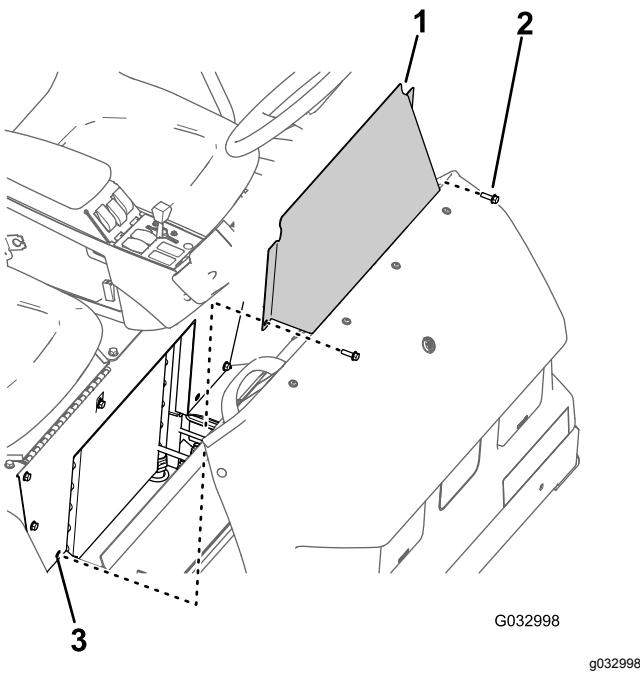

图 60
1. 拆下将座椅底座检修门固定至座椅底座的 2 个凸缘头螺栓 图 60。
2. 从机器上卸下座椅底座检修门图 60。
1. 将座椅底座检修门上的孔与座椅底座上的孔对齐图 60。
2. 使用 卸下座椅底座检修门 (页码 41) 的步骤 1 中拆下的 2 个凸缘头螺栓图 60 将座椅底座检修门组装到座椅底座上。